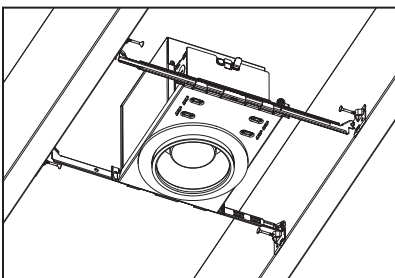
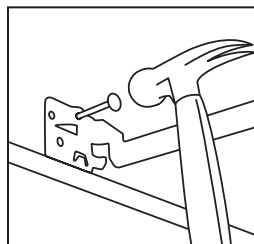

Figura 2
Figura 3
Paso 1. Extienda las barras colgantes para que quepan entre las vigas. El pie de la barra colgante está formado para alinearse fácilmente con la parte inferior de la viga (Figura 2). Coloque el accesorio martillando Real-Nails® en las vigas (Figura 3).